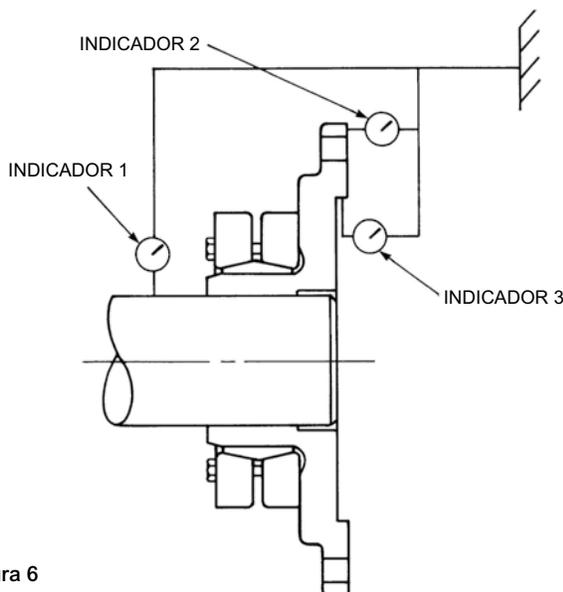

Figura 6
2. Inspeccione os dois eixos, verificando se existem excentricidades e certificando-se de que não estejam empenados. Veja a Figura 6, pág. 3.
- (8) Certifique-se de que os parafusos não estejam girando ao aplicar o torque especificado – somente então a instalação pode ser considerada como concluída. Verifique se os dois colares continuam paralelos. Corrija, se não estiverem.
- (9) Verifique se o cubo está posicionado corretamente no eixo e, usando relógios comparadores, verifique a excentricidade do cubo, como mostrado na Figura 6. A verificação da excentricidade do cubo garante que ele foi montado corretamente, o que reduz o movimento do redutor. Certifique-se de que os valores de excentricidade não estejam excedendo os limites listados na Tabela 3. Se a excentricidade for excessiva, desmonte o cubo seguindo o procedimento inverso, torne a montar prestando atenção aos detalhes e verifique novamente a sua excentricidade. Verifique de novo todos os fixadores para ter certeza de que foram apertados com o torque especificado na Tabela 1.